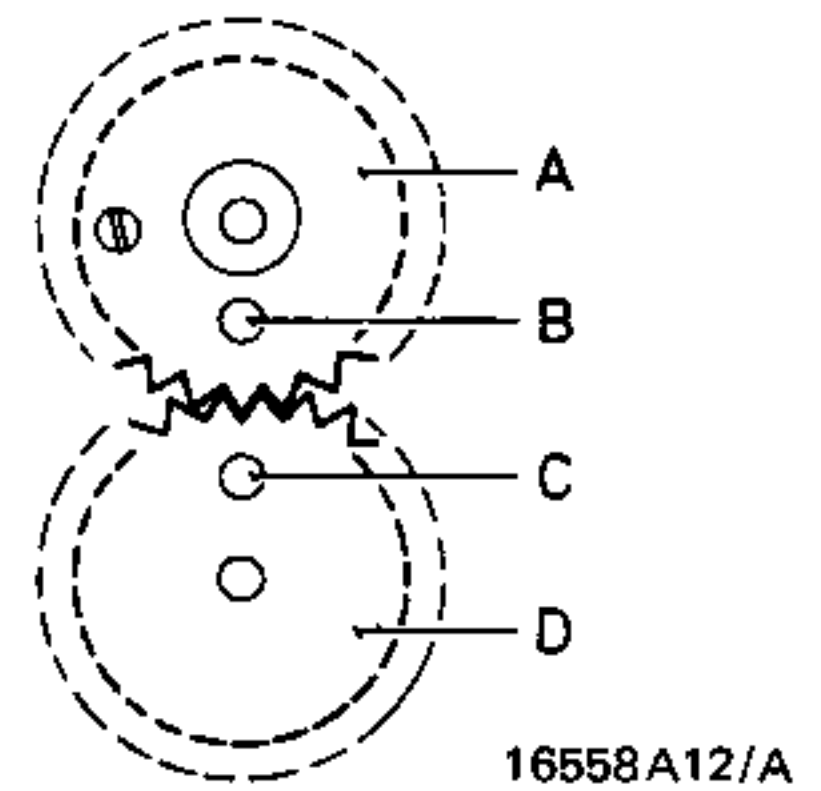

Fig. 9
F. Instelling van tandwielen voor de mechanische stop (Fig. 9)